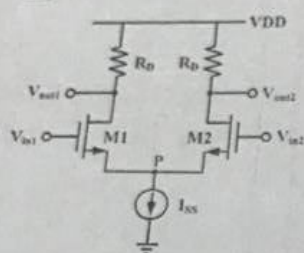

图 4.1 差分对电路
- 2、图 4.1 所示为完全对称的差分对电路，尾电流源由 NMOS 恒流源提供，并令差分输入  $\Delta V_{in} = V_{in1} - V_{in2}$ ，差分输出  $\Delta V_{out} = V_{out1} - V_{out2}$ 。